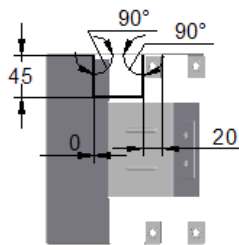

图 8.9.48 编辑草图
(3) 定义弯边类型。在命令条中单击“中心点”按钮, 在 **距离** 文本框中输入值 45, 在 **角度** 文本框中输入值 90, 单击“内部尺寸标注”按钮和“材料内侧”按钮; 调整弯边侧方向向内并单击左键, 如图 8.9.48 所示。
(4) 定义弯边尺寸。单击“轮廓步骤”按钮, 编辑草图尺寸如图 8.9.48 所示, 单击按钮, 退出草图绘制环境。
(5) 定义折弯半径及止裂槽参数。单击“弯边选项”按钮, 取消选中 ☐ 使用默认值* 复选框, 在其 **折弯半径 (R)** 文本框中输入值 2.0; 选中 ☒ 折弯止裂口 (R) 复选框和 ☒ 圆形 (R) 单选项; 单击 **确定** 按钮。